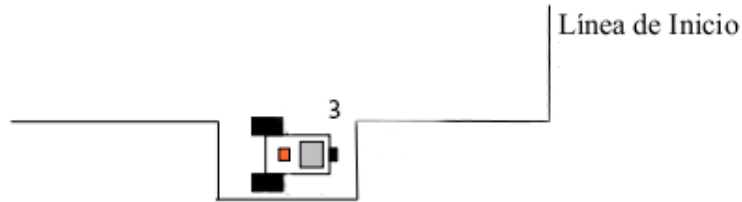

Figura 2.5: Diagrama del aparcamiento - Paso 3.
3. Girar a la izquierda hacia atrás, hasta quedar en la posición que se muestra en la Figura 2.5.